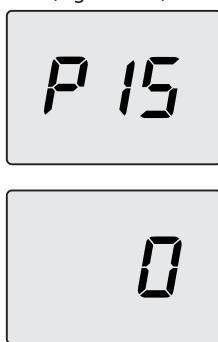

Figura 5.30
- Desplace los parámetros mediante los botones 13 o 14 hasta que aparezcan en el display LCD las letras **P15** que se alternan con el valor del parámetro, indicando que se ha entrado en el "parámetro 15" (Figura 5.30).
- Pulsando simultáneamente los botones 12 y 13 (Figura 5.28) se sale sin modificar el valor (se vuelve a la lista de parámetros Figura 5.30).